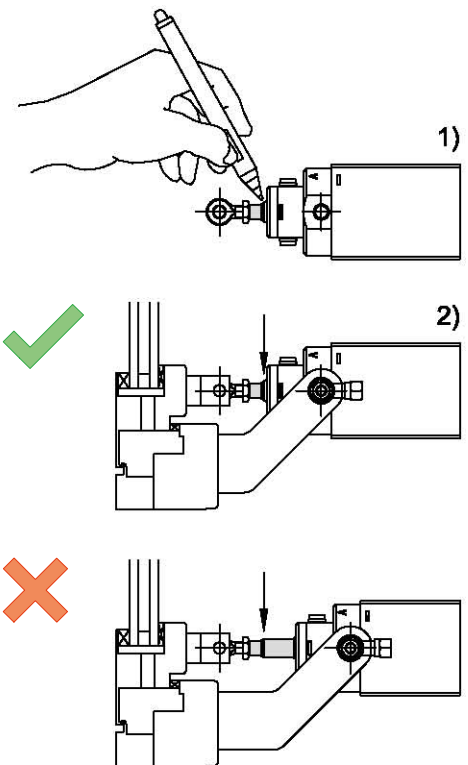

Abbildung 3: Endposition
-  Es ist sicherzustellen, dass die Zylinder immer ihre Endposition erreichen können, da sonst ein Verriegeln, der eventuell vorhandenen, interne Verriegelung, nicht gewährleistet ist. Benutzen Sie die Augenschraube (Einstellbereich) zur Justierung. Kontrollieren Sie die Einstellung im eingefahrenen Zustand mittels Markierung am Kolbenstangenende (siehe Abbildung 3).